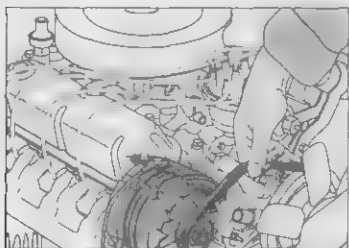

Рис. 14.13 Возьмитесь за ремень и резко потяните его вверх
3. Для того чтобы ослабить ремень, возьмитесь за ремень и резко потяните его вверх (рис. 14.13).